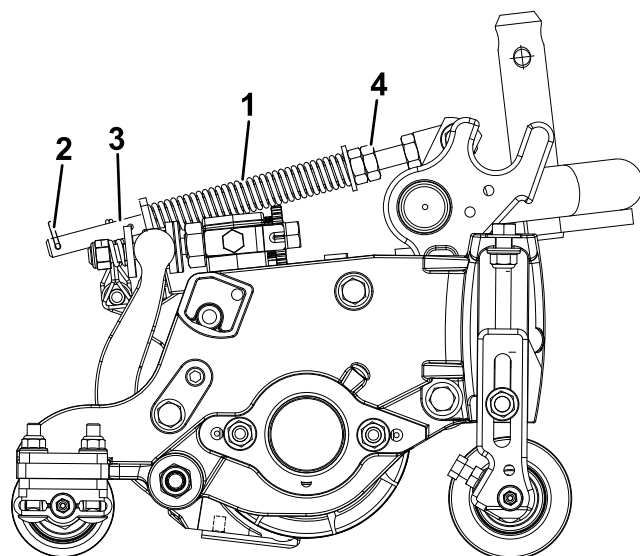

Рисунок 14
2. Затяните шестигранные гайки в передней части штока пружины так, чтобы длина сжатой пружины (Рисунок 14) составляла 12,7 см на машине с 5-дюймовыми режущими блоками или 15,8 см на машине с 7-дюймовыми режущими блоками.
Пружина компенсации состояния грунта (Рисунок 14) переносит вес с переднего на задний каток. Это препятствует образованию на грунте волнообразных неровностей (так называемые «волны» или «трясучка»).
1. Убедитесь в том, что шплинт вставлен в заднее отверстие штока пружины (Рисунок 14).